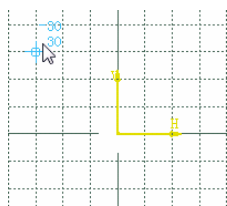

图 2-30
-  (Snap to Point): 捕捉栅格的激活按钮。选中后, 在作图时鼠标会自动捕捉栅格的交点, 如图 2-30 所示。